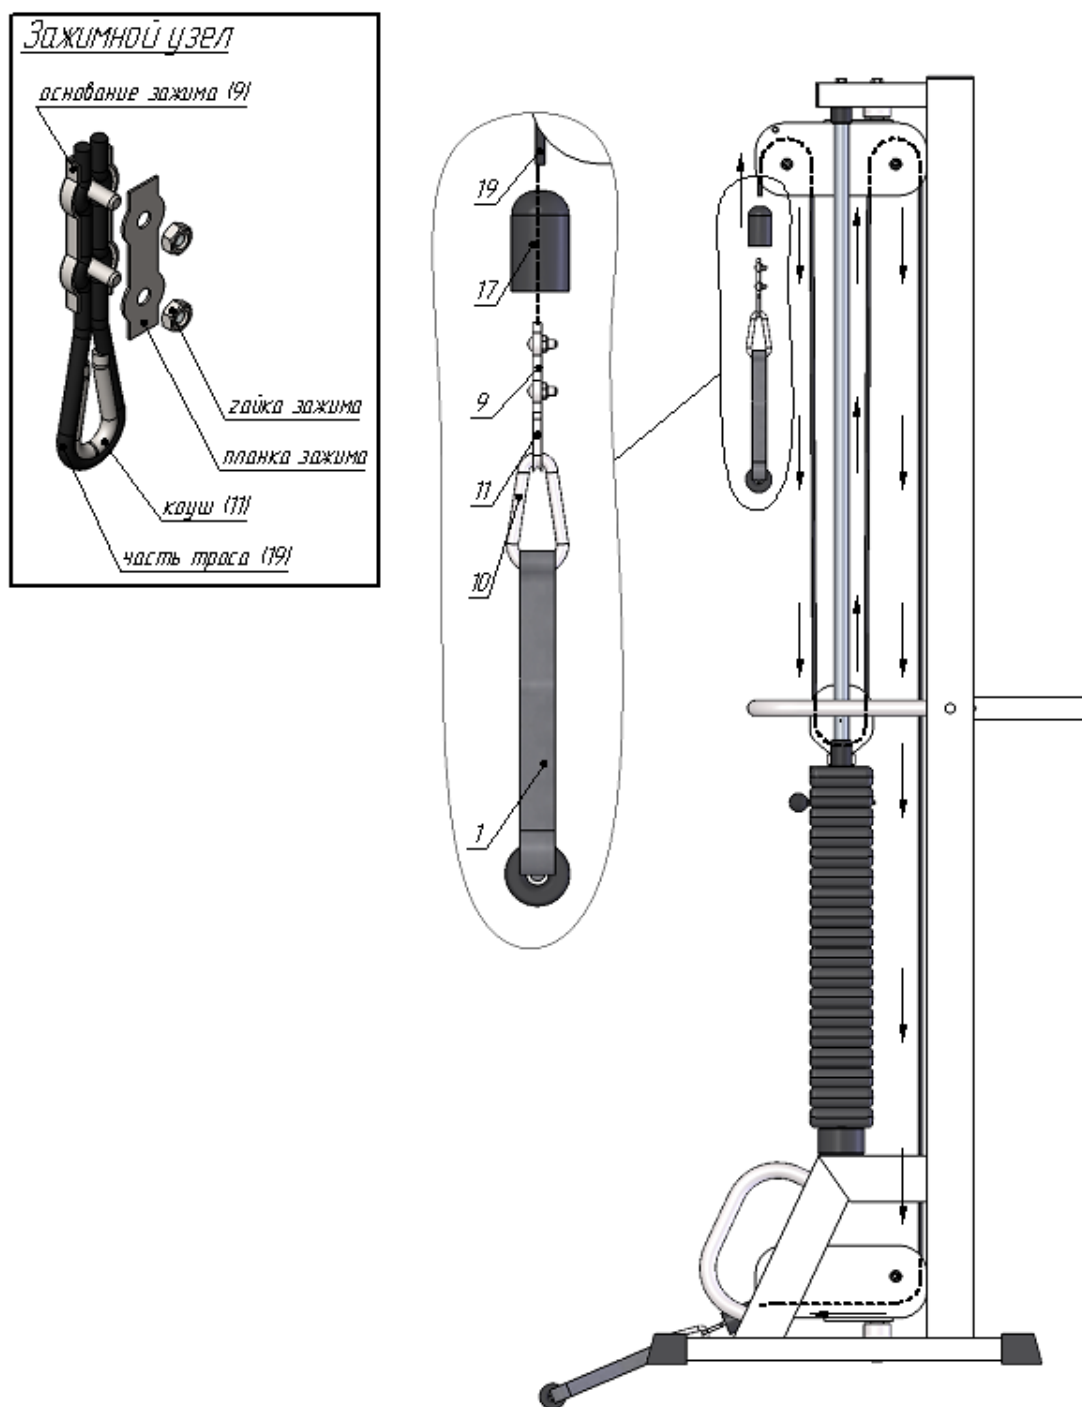

Рис.2
2. Возьмите один конец шнура (19) и проденьте его через отверстие в стопоре (17); затем вложите шнур в зажим «Duplex» (9), обогнув болты зажима с одной стороны; далее вытяните шнур сильнее и сделайте петлю, вложите в нее коуш (11); вернитесь в зажим (9), снова обогнув болты, но с другой стороны. Затяните как можно сильнее планку зажима (9). Зажим (9) со шнуром вставьте в полость стопора (17). Зафиксированный конец шнура скрепите с ручкой тяги (1) при помощи карабина (10). Свободный конец шнура (19) пропустите согласно схеме и повторите последовательность операций, указанных выше (рис.2).